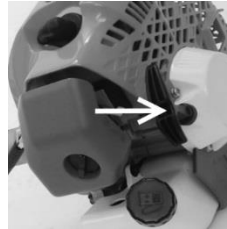

Рисунок 10
4.1.6 Придерживайте триммер одной рукой, свободной рукой потяните за ручку стартера до его "зацепления". Несколько раз энергично потяните рукоятку стартера без рывка (рис.10) до первых признаков воспламенения в цилиндре.